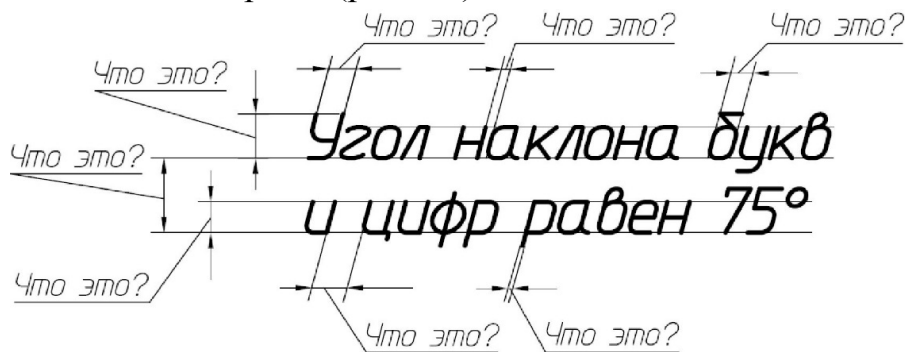

Рис. 40. Вопросы о шрифте
6. Ответьте на вопросы (рис. 40).